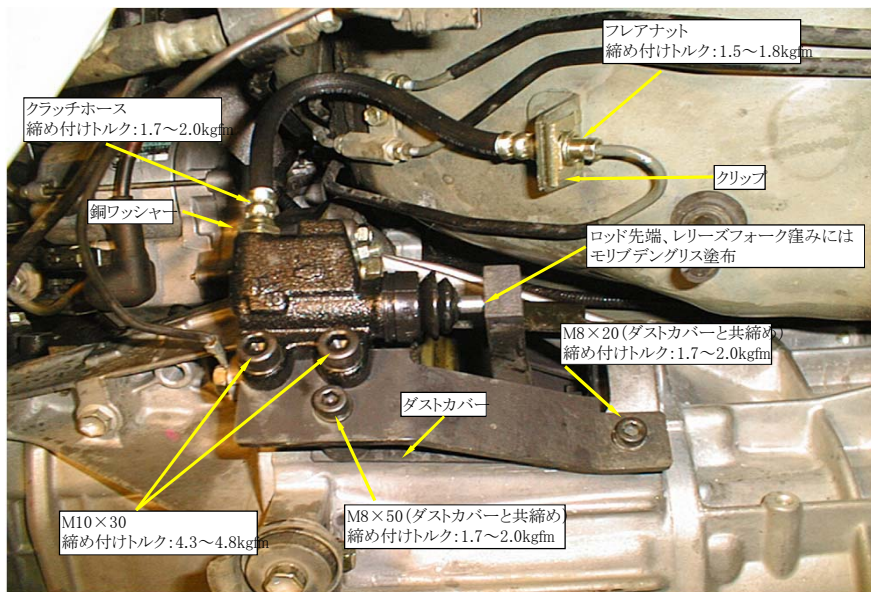

図4
2. 純正レリーズシリンダを図4のフレアナット部分からホースごと取り外して下さい。
M8×50、M8×20共に締め付けトルク: 1.7~2.0kgfm (図4)
クラッチホース締め付けトルク: 1.7~2.0kgfm (図4)
六角穴付きボルトM10×30 2箇所 締め付けトルク: 4.3~4.8kgfm (図4)
フレアナット締め付けトルク: 1.5~1.8kgfm (図4)